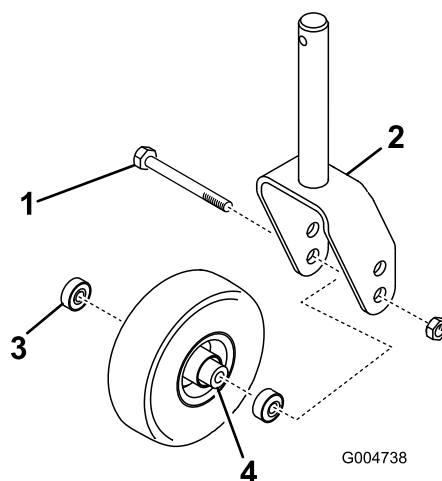
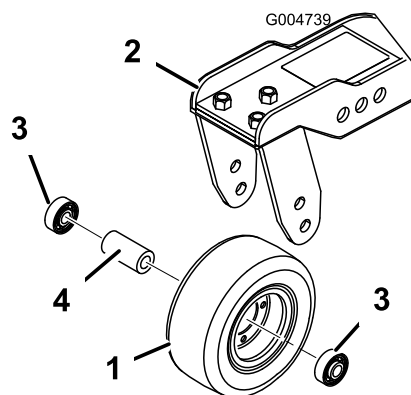

Figura 112
Figura 113
1. Retire a porca de bloqueio do parafuso que fixa o conjunto da roda giratória entre a forquilha da roda giratória (Figura 112) ou o braço articulado da roda giratória (Figura 113).
2. Retire o rolamento do cubo da roda e deixe cair o espaçador do rolamento para fora (Figura 112 e Figura 113).